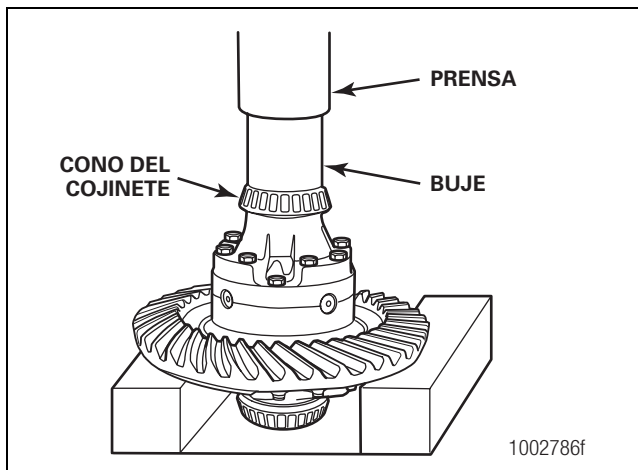

Figura 5.30
1. Si se retiraron los conos de cojinetes de la caja del diferencial principal, instale un cono y una copa nuevos en un juego perfectamente hermanado del mismo fabricante. Los conos de los cojinetes no son intercambiables. Use una prensa y un buje para instalar los conos en la caja. Presione sólo sobre la pista interior del cojinete. Figura 5.30.